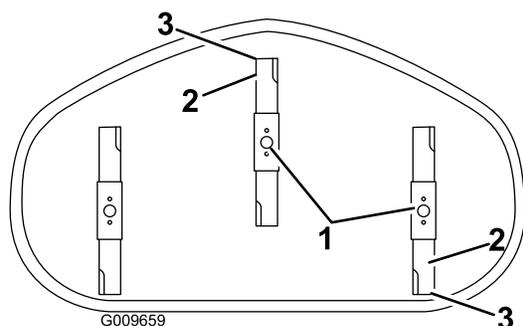

Figura 58
4. Gire cuidadosamente las cuchillas colocándolas en el sentido de avance de la máquina (Figura 58).
5. Mida entre la punta de la cuchilla delantera y la superficie plana y entre la punta de la cuchilla trasera y la superficie plana (Figura 58). Si la punta de la cuchilla delantera no está entre 1.6 y 7.9 mm más baja que la punta de la cuchilla trasera, ajuste la contratuerca delantera.
8. Compruebe la inclinación longitudinal de nuevo después del ajuste. Siga ajustando la tuerca hasta que la punta de la cuchilla más avanzada esté entre 1.6 y 7.9 mm (1/16 y 5/16 pulgada) más baja que la punta de la cuchilla más atrasada (Figura 58).